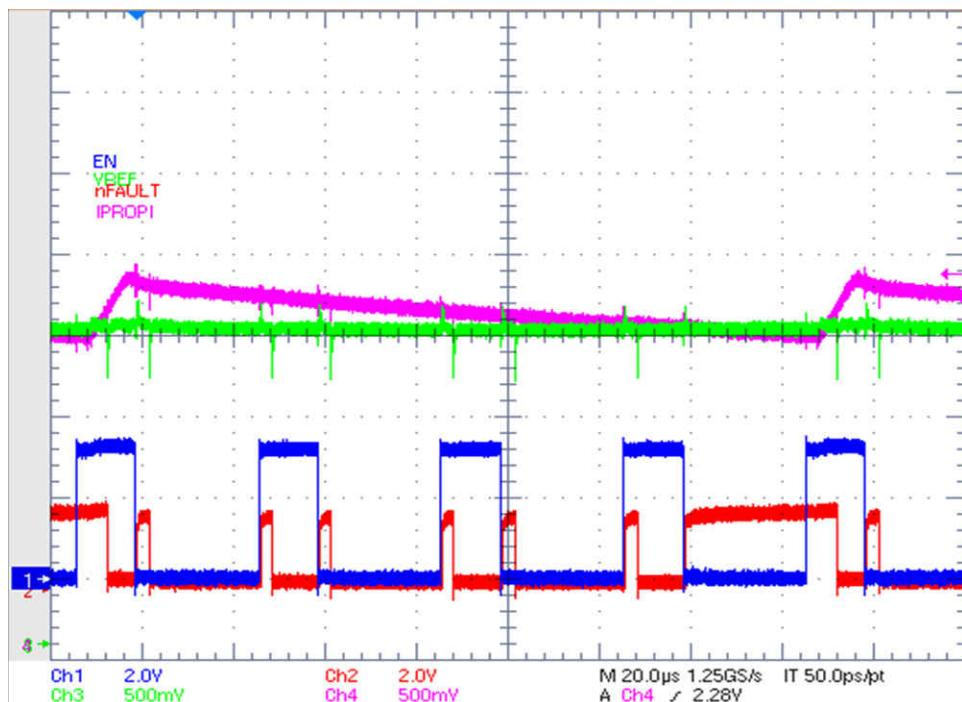

図 7-6. nFAULT ピン ( $V_{IPROPI} > V_{VREF}$ 、PH/EN モード) と PWM 信号 (EN ピン)
- 制御入力がドライブからスロー・ディケイに移行した際、 $I_{OUT} > I_{TRIP}$  の場合、nFAULT ピンは  $t_{BLK}$  の間 High になった後再び Low になります。この原因として、制御入力の PWM 周波数またはデューティ・サイクルに応じて生じるオフ時間が短すぎるために  $I_{OUT}$  電流が  $I_{TRIP}$  スレッショルドを下回るまで減衰できないことが考えられます。図 7-6 に、この条件の例を示します。 $I_{OUT} > I_{TRIP}$  という条件は、オシロスコープでは  $V_{IPROPI} > V_{REF}$  として観測できます。